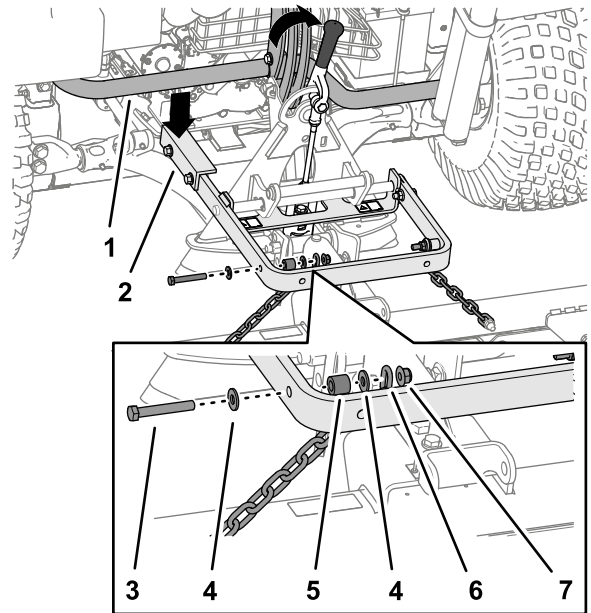

图7
**重要事项** 提升臂总成的长臂必须位于主机后机架总成的下方图7。
因此当提起并移动附件时务必使用附件的连接器背面的手柄图7。
5. 使用 1 个螺栓  $\frac{3}{8}$  x  $2\frac{1}{2}$  英寸、2 个垫圈  $\frac{3}{8}$  x  $\frac{7}{8}$  英寸、1 个隔片和 1 个锁紧螺母  $\frac{3}{8}$  英寸将每个链条最上面的链环固定到提升臂(图7)的外侧。